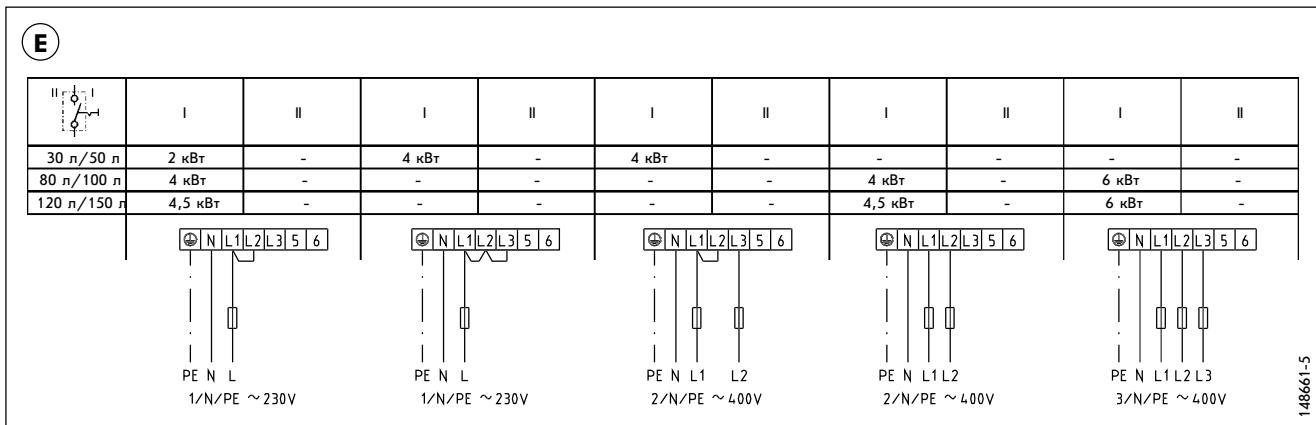

Рис. 16
**E: Подключение в режиме "бойлер", рис.16**